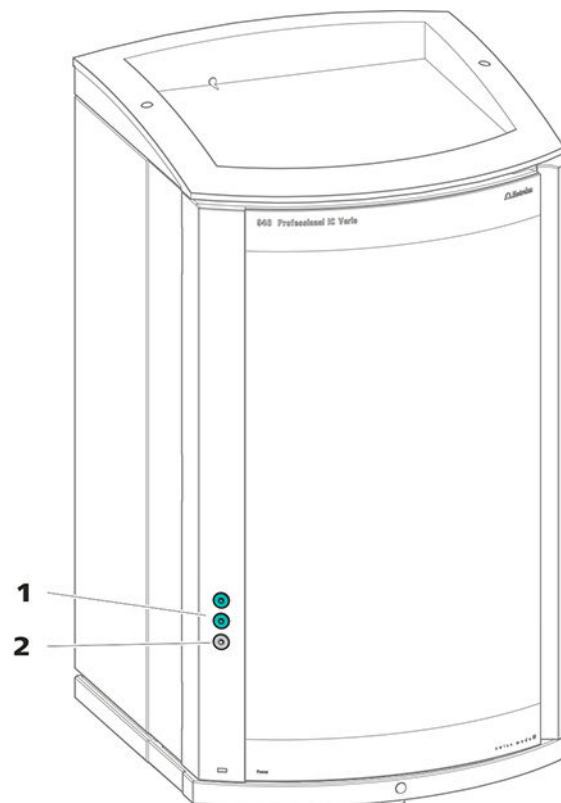

Abbildung 3 Durchführungen an der Tür
- Öffnungen an der Tür (siehe Abbildung 3, Seite 13)